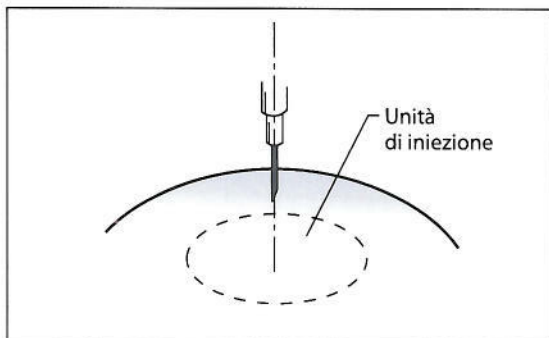

FIGURA 6
- a) Inserire un ago ipodermico standard, nuovo, sterile, da 21 G (o più piccolo) angolato a 12°, nell'unità di iniezione. Idealmente, l'ago dovrebbe penetrare perpendicolarmente alla sommità dell'unità, come illustrato nella Figura 6. NON fare penetrare l'ago in posizione angolata nell'unità di iniezione.